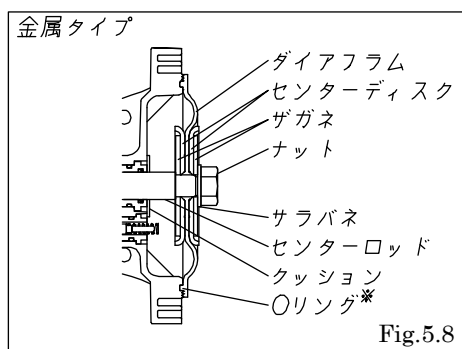
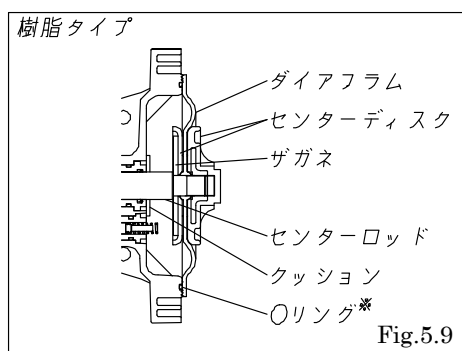

Fig.5.8
Fig.5.9
- ・TPEE, TPO ダイアフラムはボディ両側の溝に※部 O リングを取り付ける。[Fig.5.8] [Fig.5.9]
- ・BP□、BV□タイプは PP レンチ (専用工具：部品番号 771244) を使用してセンターディスクを締め付ける。[Fig.5.9]
- ・片側にダイアフラムを引き出し、(B□H、B□S、B□H/Tを除く) Fig.5.8 の状態でアウトチャンバーを取り付ける。ボルト、ナットは一度仮止めにする。
- ・反対側にダイアフラムを引き出し、ダイアフラムを反転させて (B□H、B□S、B□H/Tを除く) Fig.5.8 の状態でアウトチャンバーを取り付ける。